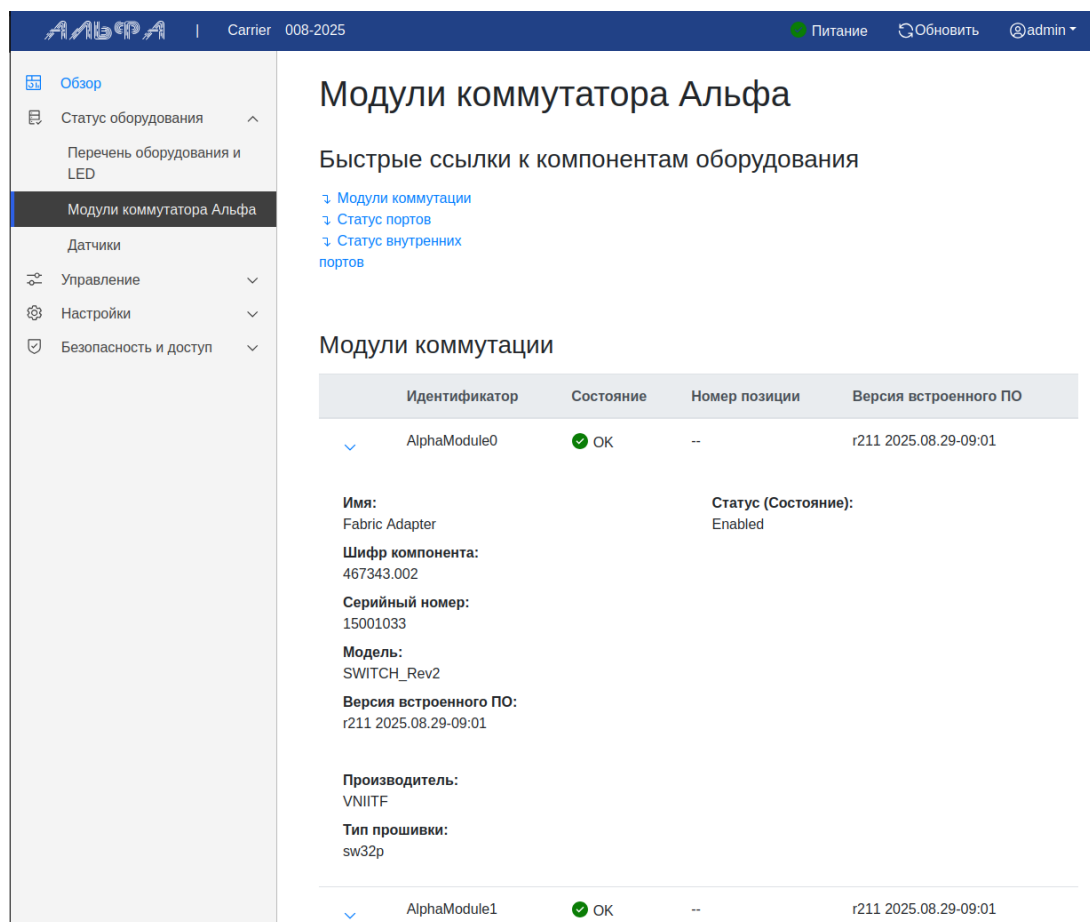

Рисунок 8 – Окно с информацией о прошивке коммутатора.
- 3) в открывшемся окне (рис. 8) в таблице «Альфа» можно получить информацию о версии программного обеспечения коммутатора, в выпадающем списке можно посмотреть более подробную информацию.